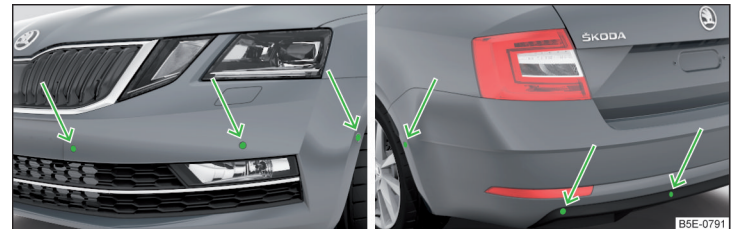

Abb. 253 Verbaort der Sensoren auf der linken Fahrzeugseite: vorn/hinten
- Die Systemsensoren » Abb. 253 auf Seite 226 sauber, schnee- sowie eisfrei halten und mit keinerlei Gegenständen abdecken, anderenfalls kann die Systemfunktion eingeschränkt sein.
Das System berechnet mithilfe von Ultraschallwellen den Abstand zwischen dem Stoßfänger und einem Hindernis. Die Ultraschallsensoren befinden sich je nach Fahrzeugausstattung im hinteren bzw. auch im vorderen Stoßfänger » Abb. 253.